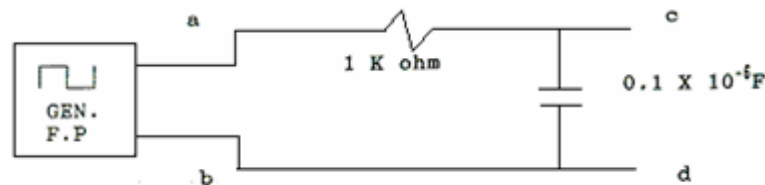

FIGURA 4. CIRCUITO RC
1. Construir el circuito que se muestra en la figura 4.
4. Colocar (22) TIME/DIV del osciloscopio en 0.2 ms/DIV y (8) en 2 Volts/DIV.
5. Buscar una referencia adecuada ($V = 0$) con (26) del osciloscopio en GND y luego en AC.
6. Conectar el terminal positivo del osciloscopio (7) al punto c de la figura.
7. Conectar el terminal negativo del osciloscopio al punto d de la figura 4.